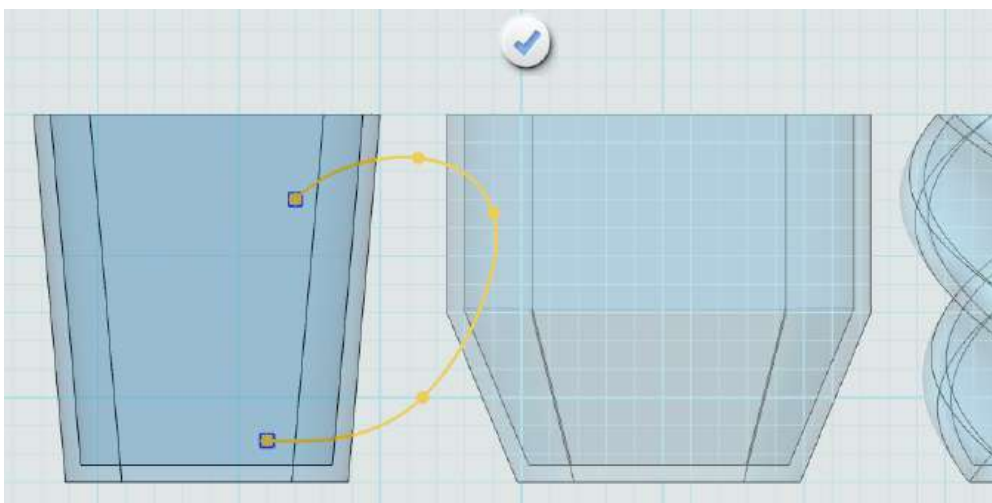

图 2-3
Step 3 参照下图 2-3 所示的位置，开始绘制草图。（此处自由绘制，图形接近即可）